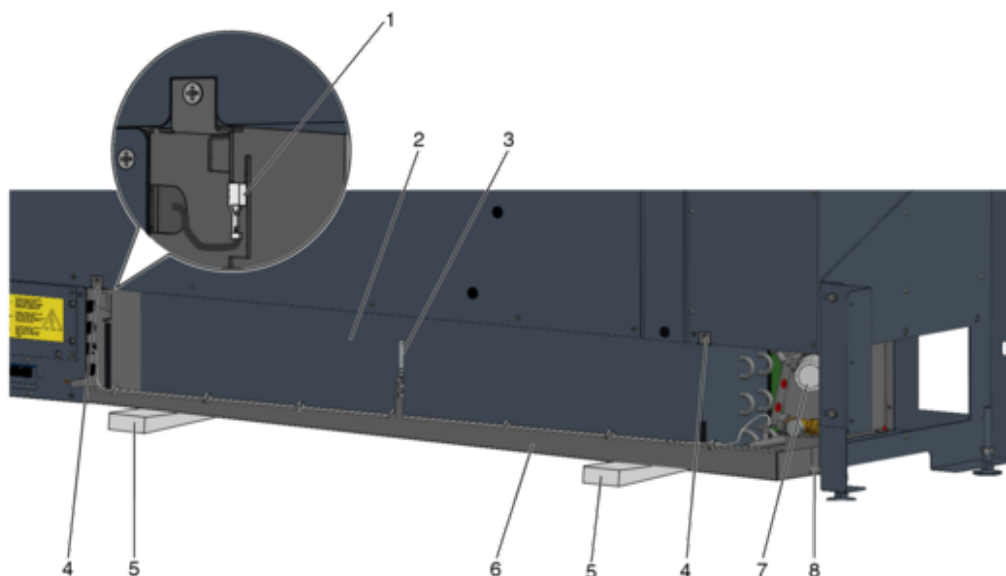

Abb. 41: Wärmeübertrager demontieren
- ▶ Schutzleiter (Abb. 41 /1) am Wärmeübertrager (Abb. 41 /2) lösen.
- ▶ Halter des Zulufttemperatursensors (Abb. 41 /3) lösen.
5. ▶ Betriebsdruck der wasserseitigen Anschlüsse (Abb. 41 /7) ablassen und die Rohrverschraubungen am Wärmeübertrager lösen. Ggf. Abfluss am Kondensatanschluss (Abb. 41 /8) demontieren.
6. ▶ Wärmeübertrager und Kondensatwanne (Abb. 41 /6) mit geeignetem Material abfangen, z. B. mit Holz (Abb. 41 /5).
Halterungen (Abb. 41 /4) des Wärmeübertragers durch Lösen der beiden Kreuzschlitzschrauben demontieren und den Wärmeübertrager mit Kondensatwanne vorsichtig absetzen. Wärmeübertrager mit Kondensatwanne nach vorne aus dem Gerät ziehen.
8. ▶ ■ Die Kondensatwanne (Abb. 41 /6) mit handelsüblichen Reinigungs- oder Desinfektionsmitteln reinigen.
■ Kondensatablauf (Abb. 41 /8) (optional) auf freien Ablauf prüfen.